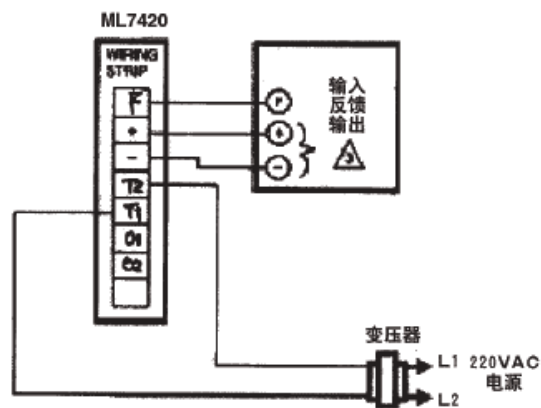
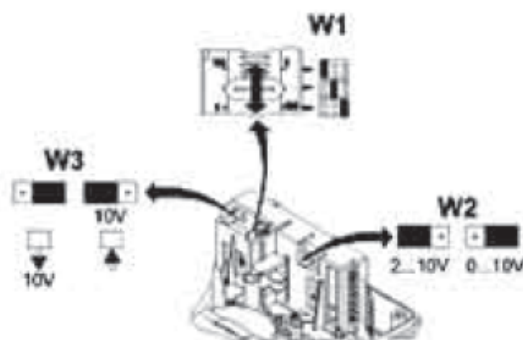

图 6 ML7420 与带反馈输出的控制器的连接示意
图 11 W1, W2 和 W3 选择开关位置。
2. 按图 6~10 进行接线（如需要现场改变功能特性，选择插头的改变按图 11 进行）
模拟信号在工厂设为 0~10Vdc, 改变 W2 选择插头可改变为 2~10Vdc. W1, W2 的位置看图 11 在 PCB 保护片的背后